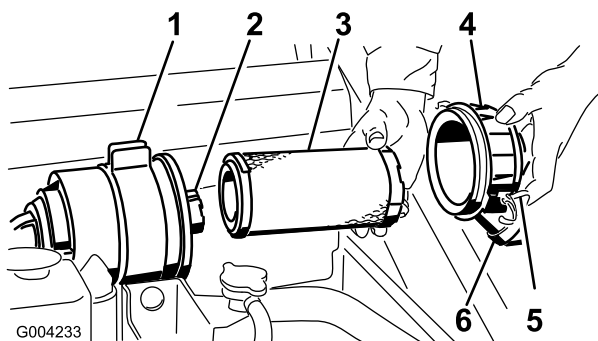

Figure 32
3. Ouvrez les dispositifs de verrouillage du filtre à air et enlevez le couvercle du corps du filtre (Figure 32).
- Sortez l'élément principal du corps du filtre avec précaution (Figure 32). Évitez de cogner l'élément à l'intérieur du corps.
- Si vous remplacez l'élément filtrant de sécurité, insérez-le avec précaution dans le corps du filtre (Figure 32).
- Placez ensuite l'élément principal sur l'élément de sécurité avec le même soin (Figure 32). Assurez-vous qu'il est bien engagé en appuyant sur le rebord extérieur.
- Reposez le couvercle du filtre à air, le côté portant l'inscription "UP" en haut, et fermez les dispositifs de verrouillage (Figure 32).